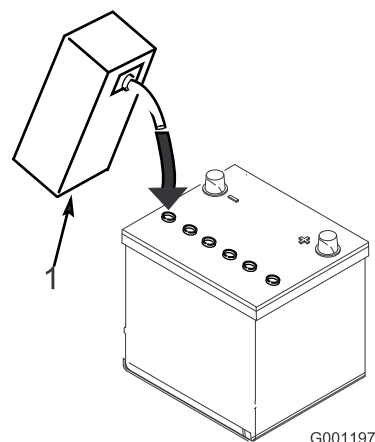

Figure 10
3. Versez de l'électrolyte avec précaution dans chaque élément jusqu'à ce que les plaques soient recouvertes d'environ 6 mm de liquide (Figure 10).
4. Attendez environ 20 à 30 minutes pour que les plaques aient le temps de s'imprégner d'électrolyte. Faites l'appoint au besoin pour faire monter le niveau de liquide à environ 6 mm en dessous du creux de remplissage (Figure 10).